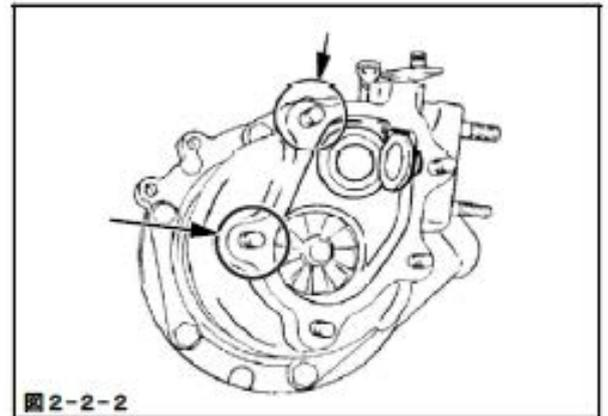

図 2-2-2
- (3) ノーマルタービンに使用するとき、図の矢印部のスタッドボルトをスタッドボルト M8\_10-7-14 に付換えてください。(図 2-2-2) (P21×2)